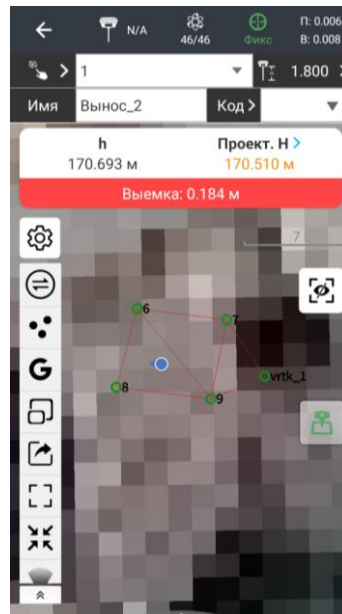
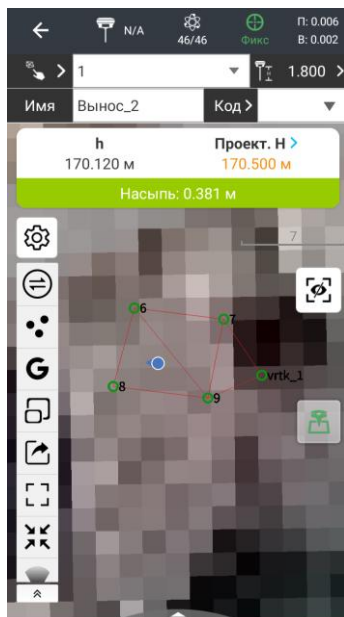

Рисунок 4.9.22
Рисунок 4.9.23
4. Попав в границы поверхности, ПО LandStar 8 покажет, находится ли приемник выше заданной поверхности (Рисунок 4.9.22), либо ниже заданной поверхности (Рисунок 4.9.23):